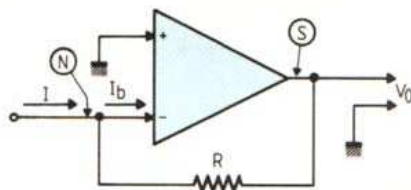

Fig. 46. - Pour remplacer le galvanomètre « idéal » G de la figure 45, on utilise un amplificateur opérationnel en convertisseur courant-tension.
Il reste encore à mesurer l'intensité qui va dans la ligne L_2 vers la masse, en utilisant un « ampèremètre de résistance nulle » (comme ce serait beau si un tel appareil existait !). Il existe cependant une solution très élégante, celle qui consiste à utiliser un amplificateur opérationnel en « convertisseur courant-tension », comme le montre la figure 46. On voit que ledit amplificateur est monté avec son entrée « + » (entrée à gain positif, ou « entrée non-inverseuse ») connectée à la masse.
Donc, nous relierons la ligne L_2 de la figure 45 au point (N) de la figure 46, et tout se passera comme si L_2 était connectée à la masse. La tension de sortie V_0 sera proportionnelle à i , donc au nombre N dont les différents chiffres commandent les commutateurs K .